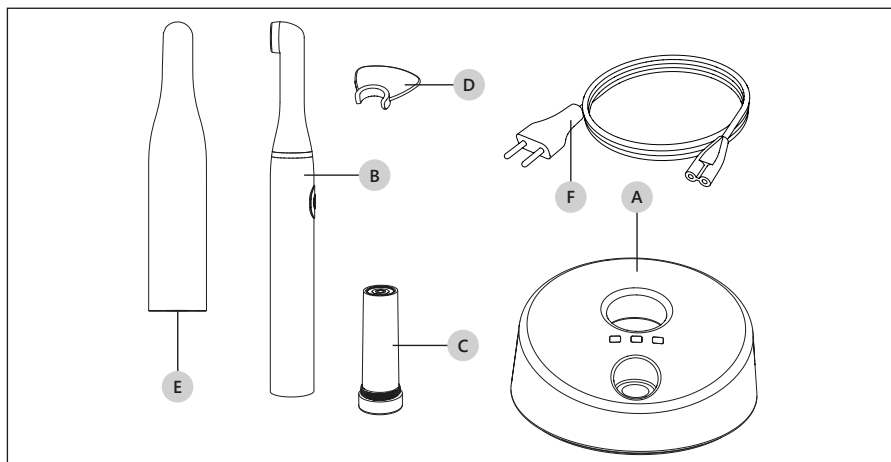
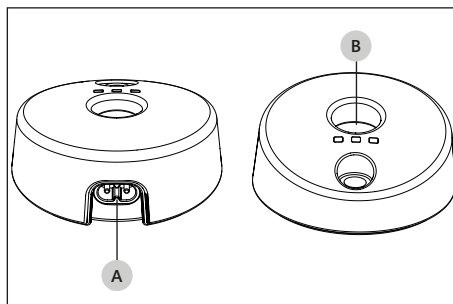

Figure 5 – La Liste des Composants
Figure 6 – Unité de recharge.
**⚠ ATTENTION:** Recharger la batterie en utilisant exclusivement l'unité de recharge Mectron (*Figure 5* à page 8 - Réf. A). Ne pas essayer la recharge avec d'autres rechargeurs. DANGER d'explosion ou d'incendie.
Se référer à la Figure 5 à page 8:
**⚠ DANGER:** Ne pas introduire d'objets métalliques dans le porte-pièce à main de la station de rechargement (Figure 6 à page 10 - Réf. B) quand l'appareil est allumé.
2. Insérer le câble d'alimentation du courant électrique (Figure 5 à page 8 - Réf. F) dans la connexion qui se trouve sur la partie arrière de l'appareil (Figure 6 à page 10 - Réf. A) et ensuite dans la prise au mur. LED vert power allumé (Tableau 1 à page 11 - Réf. A).
1. Insérer la pièce à main dans son siège sur l'unité de recharge (Figure 6 à page 10 - Réf. B). Le LED jaune battery s'allume (Tableau 1 à page 11 - Réf. B).
**ⓘ ATTENTION:** Recharger la batterie en utilisant exclusivement l'unité de recharge Mectron (Figure 5 à page 8 - Réf. A). Ne pas essayer la recharge avec d'autres rechargeurs. DANGER d'explosion ou d'incendie.